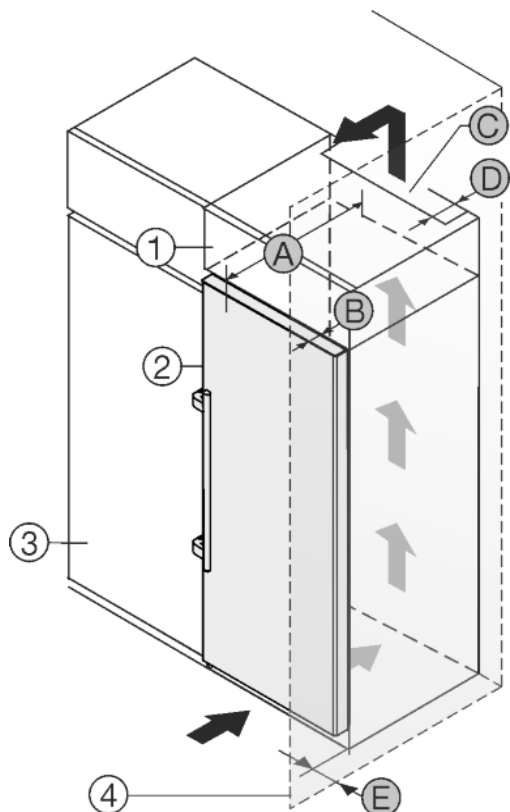

Fig. 21
Het apparaat kan in keukenkasten worden ingebouwd. Om het apparaat Fig. 21 (2) aan de hoogte van het keukenblok aan te passen, kan boven het apparaat een opzetkast Fig. 21 (1) worden aangebracht.
Het apparaat kan direct naast de keukenkast Fig. 21 (3) worden geplaatst. Om de deuren volledig te kunnen openen, moet het apparaat overeenkomstig de diepte Fig. 21 (B) t.o.v. het keukenkastfront uitsteken. Afhankelijk van de diepte van de keukenkast en het gebruik van de wandafstandhouders kan het apparaat verder uitsteken.
- Aan de achterzijde van de opzetkast moet een luchtafvoerkanaal met de diepte Fig. 21 (D) over de volledige breedte van de opzetkast aanwezig zijn.
- Onder het plafond moet de ventilatiedoorsnede Fig. 21 (C) worden aangehouden.
Wanneer het apparaat met de scharnieren naast een wand Fig. 21 (4) wordt geplaatst, moet de afstand Fig. 21 (E) tussen apparaat en wand worden aangehouden. Dit komt overeen met de uitsteekmaat van de handgreep bij geopende deur.